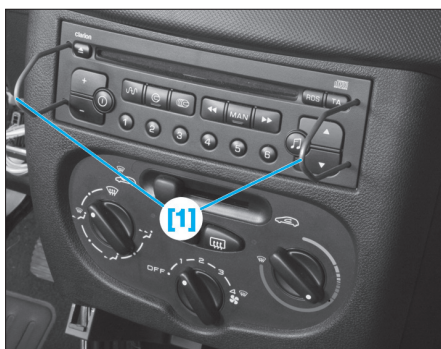

Fig. 13
- Extraire l'autoradio de son logement à l'aide des épingles [1] (Fig.13).